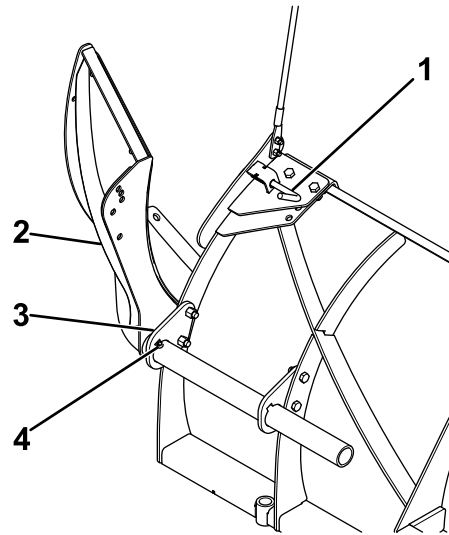

**Figura 18**
- Sujete provisionalmente los soportes de costilla a la pala con 4 pernos ( $\frac{1}{2}$ " x  $1\frac{1}{2}$ ") y contratuercas (Figura 18).